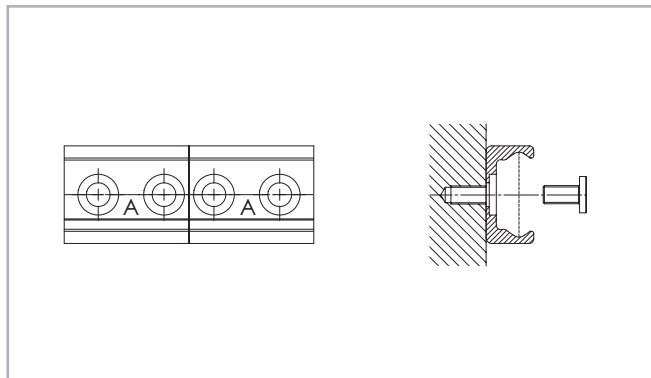

Fig. 170
- (1) Fijar las guías simples en la superficie de montaje apretando todos los tornillos salvo el último en cada unión de guía.
- (2) Colocar los tornillos de anclaje terminal sin apretarlos (véase Fig. 170).